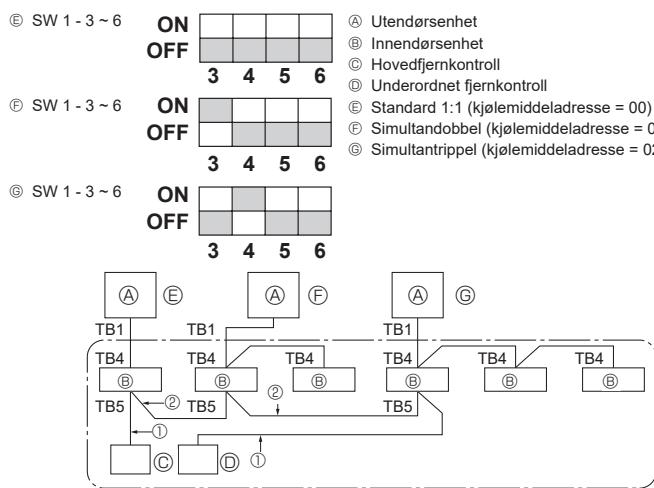

Fig. 9-1
9. Systemstyring (Fig. 9-1)
9. Sterowanie systemem (Fig. 9-1)13